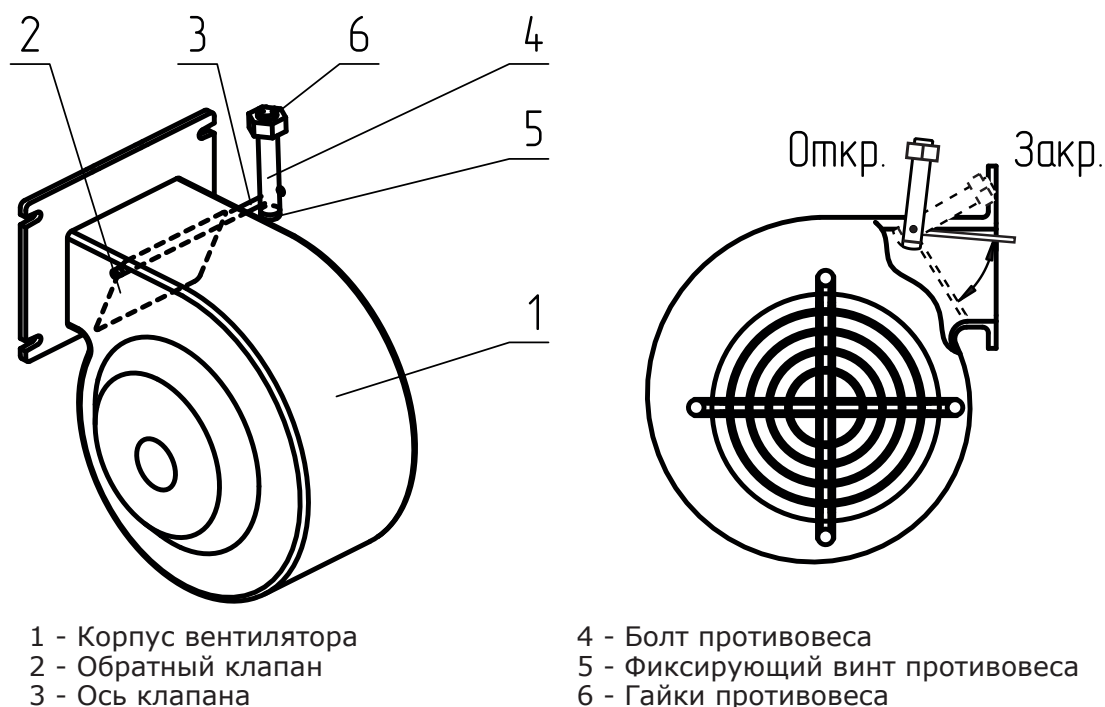

Рис.7 Вентилятор наддува
5.6. Вентилятор наддува (Рис.7) (В котле ZOTA Cuba 60 кВт вентиляторов наддува два) состоит из корпуса (Рис.7, поз.1), обратного клапана (Рис.7, поз.2), который имеет два положения, открыто и закрыто, оси клапана (Рис.7, поз.3), болта противовеса (Рис.7, поз.4) с фиксирующим винтом (Рис.7, поз.5) и гайками (Рис.7, поз.6).